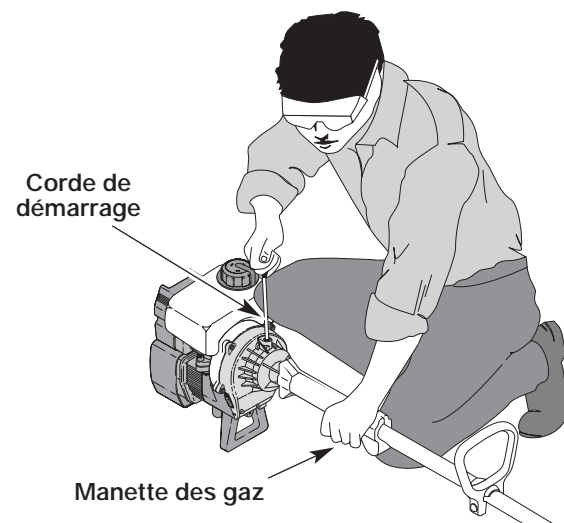

Fig. 8
AVERTISSEMENT: évitez tout démarrage accidentel. Tenez-vous en position de démarrage lorsque vous tirez sur la corde de démarrage (Fig. 8). L'opérateur et l'appareil doivent tous deux être en position stable pour éviter des blessures graves.
5. Levez-vous en position de démarrage (Fig. 8) et appuyez sur la manette des gaz. Tirez sèchement sur le cordon de démarrage jusqu'à 3 fois.